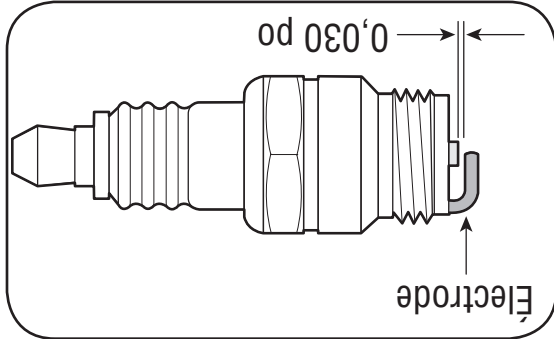

Figure 10-4 - Mesurez l'écartement avec une jauge
- Mesurez l'écartement de la bougie avec une jauge d'écartement. Ajustez au besoin en pliant l'électrode de côté. Voir la Figure 10-4. L'écartement doit mesurer 0,030 po.